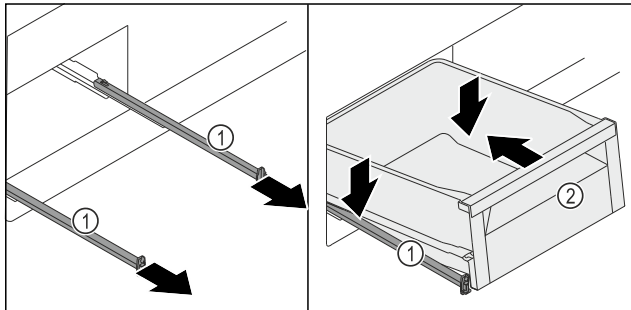

Fig. 248
- ▶ Kolejničky Fig. 248 (1) vysuňte.
- ▶ Kolejničky Fig. 248 (1) pevně držte a zásuvku Fig. 248 (2) nasadte šikmo shora na kolejničky Fig. 248 (1).
- ▶ Zásuvku Fig. 248 (2) na kolejničkách Fig. 248 (1) zasuňte až na doraz směrem dozadu.